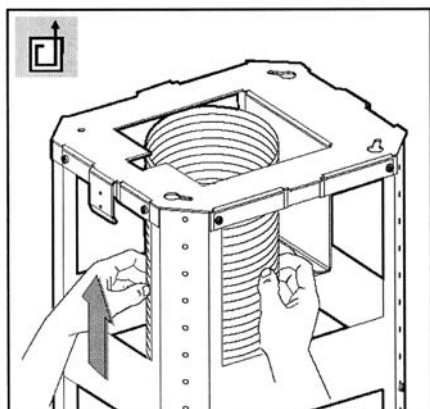

Fig.7
- **Versión aspirante:** fije el tubo flexible al agujero de evacuación de aire preparado (fig 7).